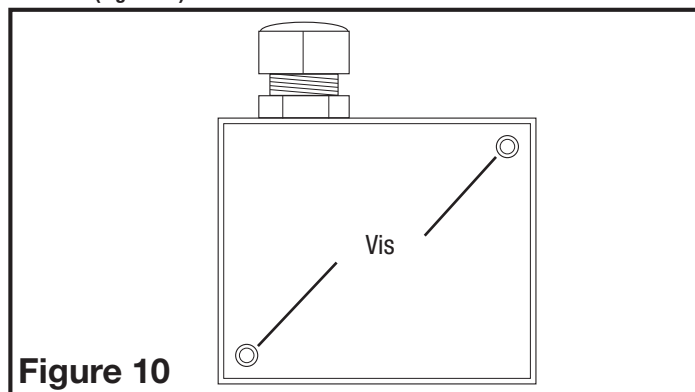

Figure 10
1. Retirez les vis de la plaque du couvercle de la boîte de raccordement située sur le côté du moteur (**Figure 10**).